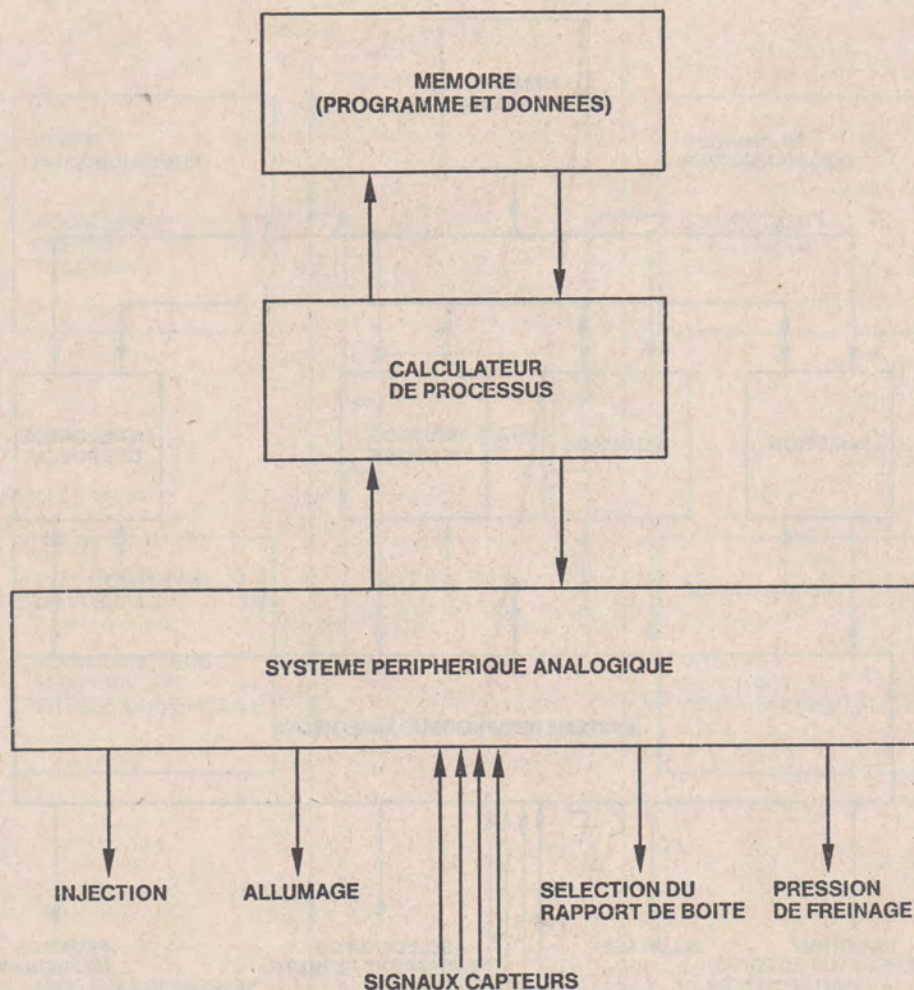

Figure 3
2. **Le calculateur de processus** : il utilise une unité unique pour tous les systèmes. Dans ce cas, la mémoire centrale contient, en plus des données, le programme de calcul. Son schéma synoptique est donné à la **figure 3**. Ce système est très souple car il est possible de modifier le programme de calcul par un codage différent de la mémoire.